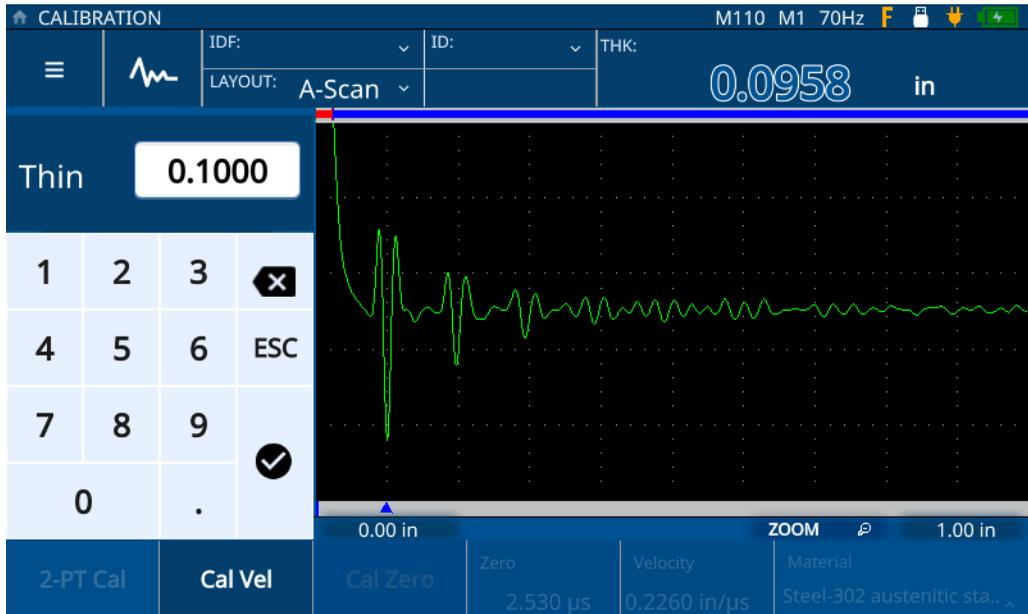

Abbildung 5-6 Eingabe der Dicke des Prüfteils
5. Wählen Sie den **Thick** Wert aus, um den Bearbeitungsmodus zu öffnen und geben Sie die Dicke des Prüfteils ein (siehe Abbildung 5-6 auf Seite 51).